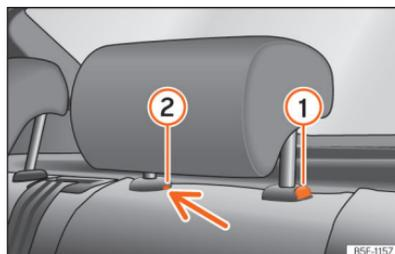

Fig. 100 Encostos de cabeça traseiros desmontagem.
- Pressione o botão »» Fig. 100 ① , pressionando ao mesmo tempo através do orifício da trava de segurança ② com uma chave de fendas plana com um máximo de 5 mm de largura e retire o encosto de cabeça.